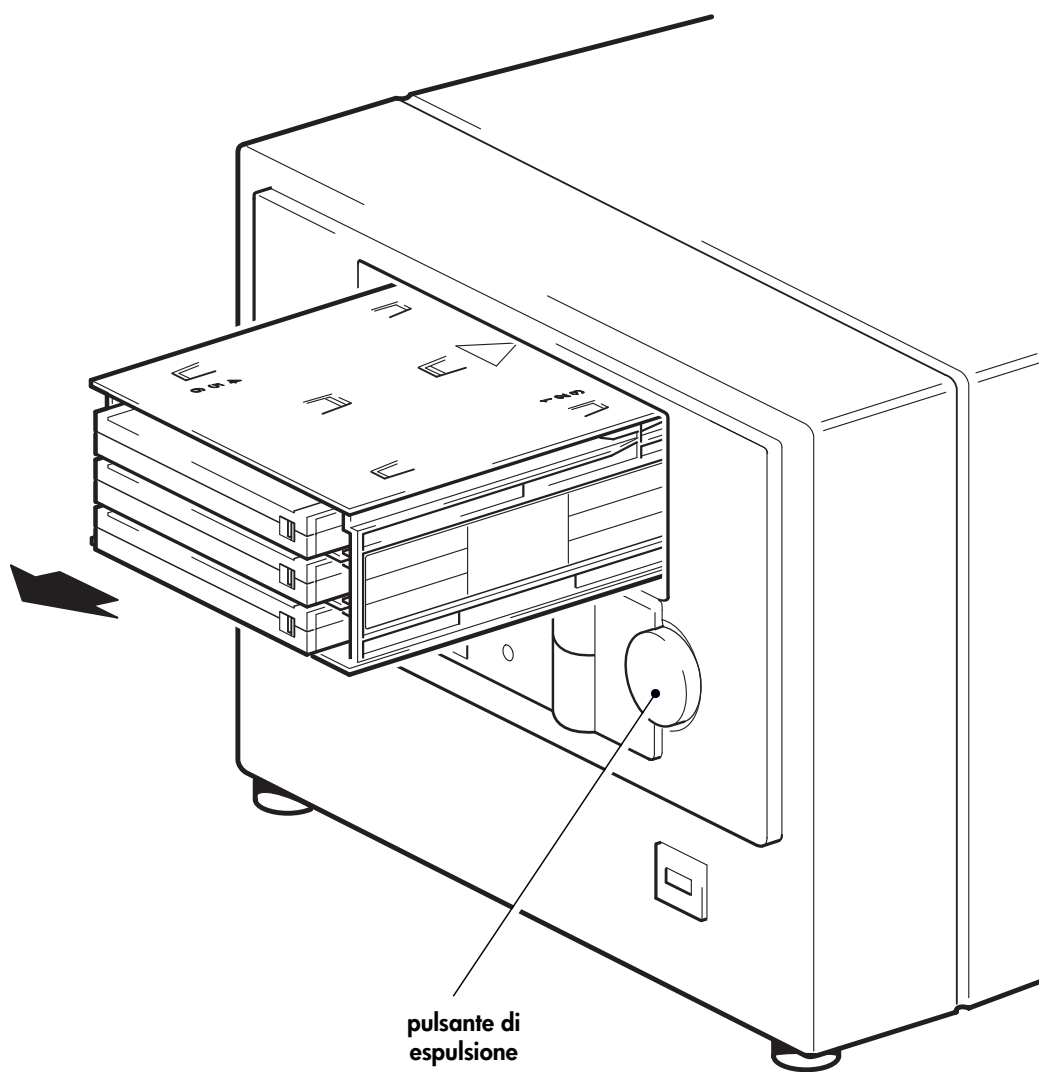

Figura 9: rimozione del caricatore automatico
- 1 Premere il pulsante di espulsione sul pannello anteriore (vedere la figura 9).